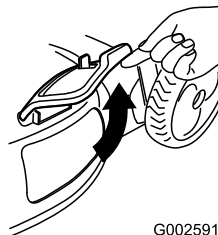

Figure 38
2. Lift open the side discharge door (Figure 38).